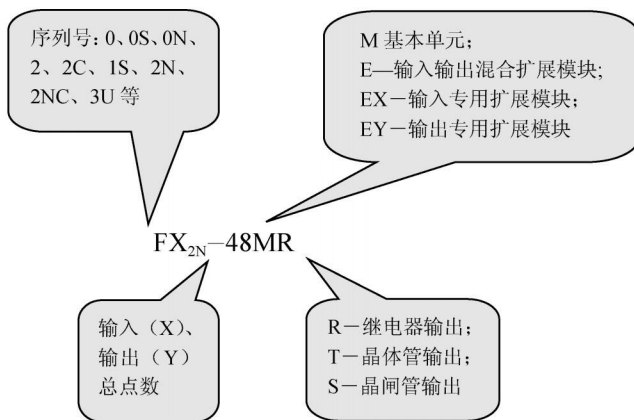

图 1-6 FX 系列 PLC 的型号表示方法
- (1) 观察实验台上 PLC 的型号。
- (2) FX 系列 PLC 型号的组成(以 FX2N-48MR 为例)(图 1-6)。